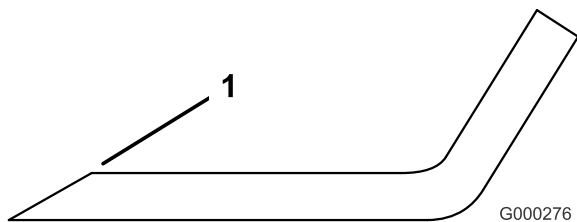

Figure 102
3. Examinez les tranchants de toutes les lames et aiguisez-les s'ils sont émoussés ou ébréchés. N'aiguissez que le haut du tranchant et conservez l'angle de coupe d'origine pour obtenir une coupe nette (Figure 102). Limez la même quantité de métal sur chacun des deux tranchants pour ne pas déséquilibrer la lame.